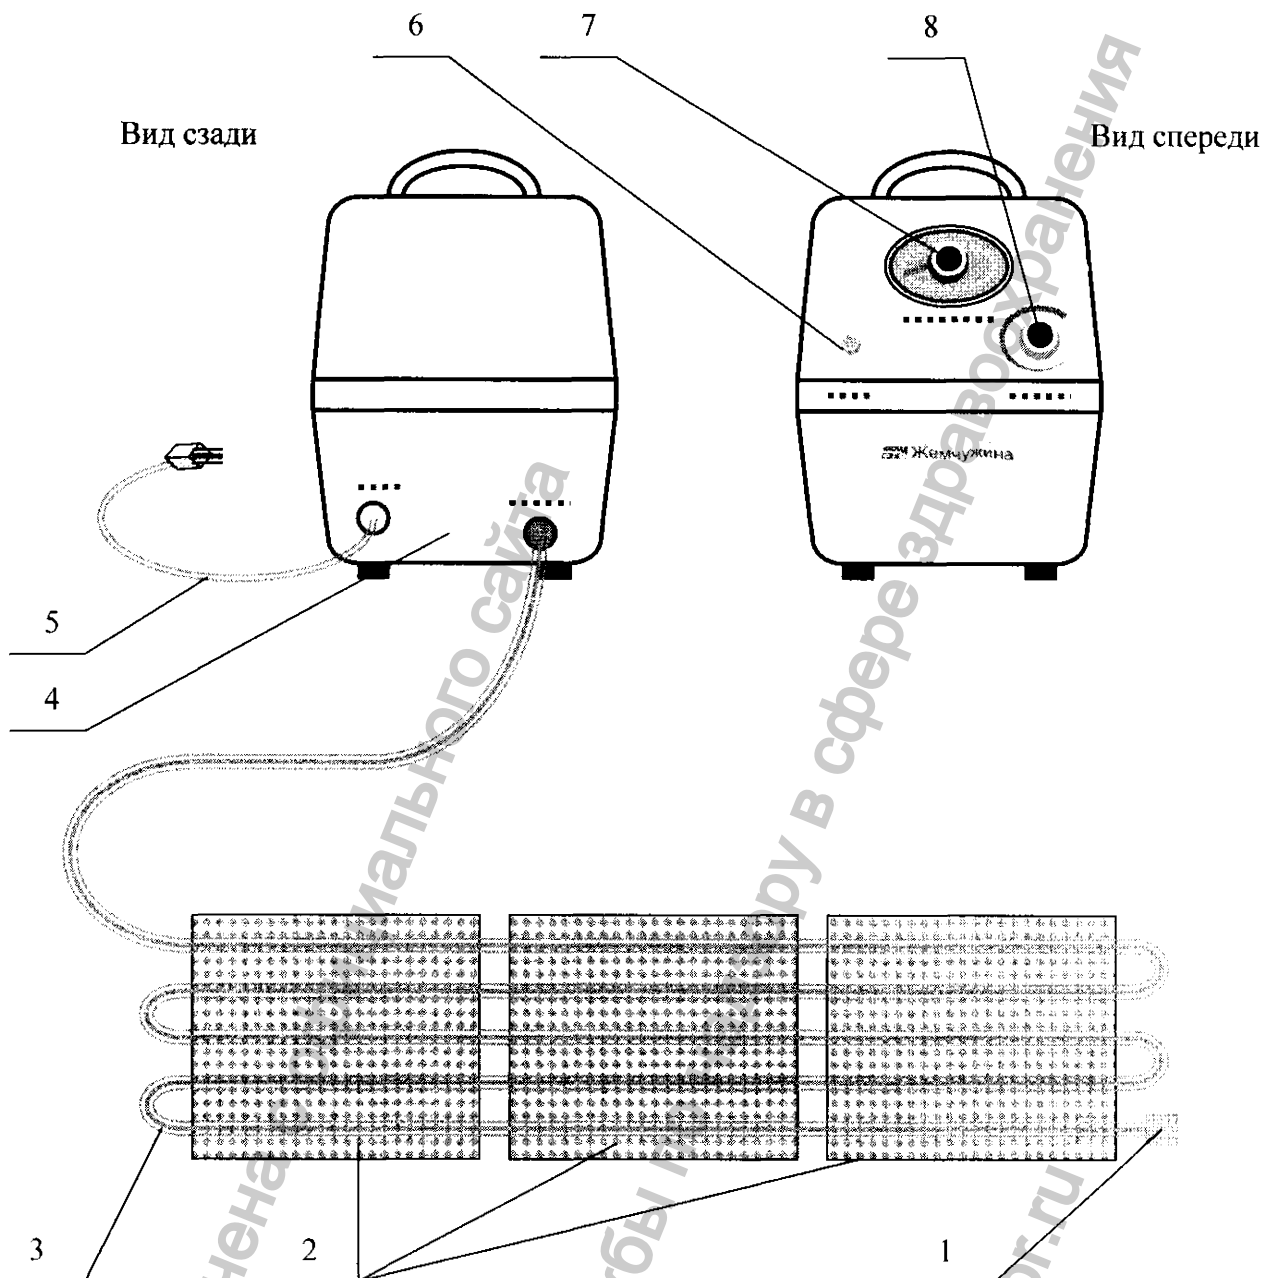

Рисунок 1. Общий вид.
6.5 Установите шланг в решетку в соответствии с рис. 1 и установите заглушку.